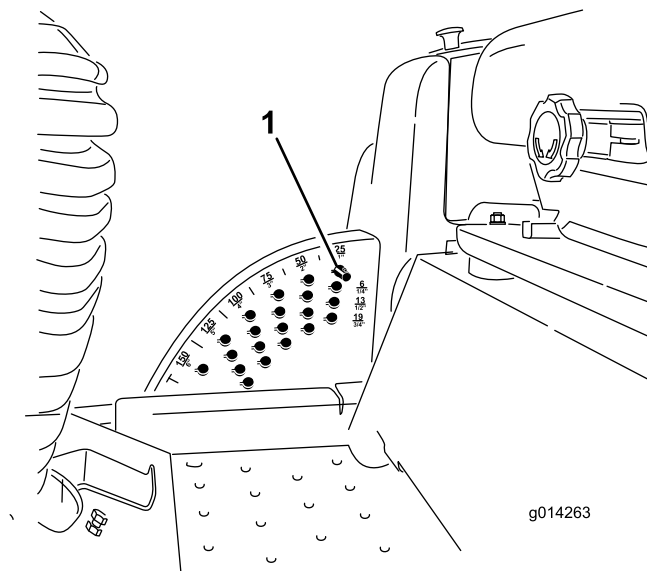

Figura 16
**Nota:** Per bloccare il piatto di taglio/l'accessorio in posizione sollevata, sollevatelo oltre la posizione di 15 cm, togliete la spina di fermo dell'altezza di taglio (vedere Regolazione dell'altezza di taglio) e inseritela nella posizione dell'altezza di taglio di 15 cm (Figura 16).
1. A motore acceso, tirate indietro l'interruttore di sollevamento del piatto di taglio fino a sollevare completamente il piatto e **rilasciate immediatamente l'interruttore** (Figura 16).
2. Per eseguire una regolazione, girate la spina di arresto fino a quando la protuberanza sulla medesima non si trova allineata con gli intagli previsti nei fori della staffa dell'altezza di taglio, quindi rimuovetela (Figura 16).
3. Nella staffa dell'altezza di taglio scegliete un foro corrispondente all'altezza di taglio richiesta, inserite la spina e bloccatela per mantenere questa posizione (Figura 16).
**Nota:** Vi sono quattro file di fori di posizionamento (Figura 16). La fila superiore fornisce l'altezza di taglio elencata sopra la spina. La seconda fila fornisce l'altezza elencata più 6 mm. La terza fila fornisce l'altezza elencata più 13 mm. La fila inferiore fornisce l'altezza elencata più 19 mm. La posizione di 15,8 cm ha un solo foro, situato nella seconda fila, che non aggiunge 6 mm alla posizione di 15,8 cm.